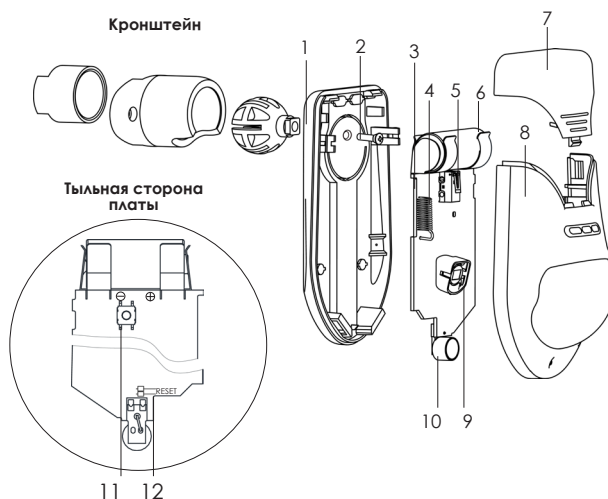

Рисунок 3 – Конструкция датчика
9.2 Вскройте корпус датчика, сдвинув верхнюю панель (лючок рис.3, поз.7).